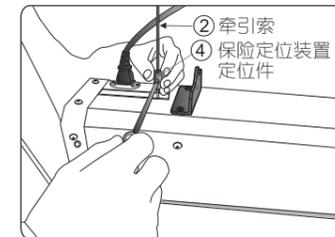

图 30
- a. 限位保险定位装置为触动式结构，是由定位件及保险执行机构组成（请参照银幕结构图示）。设置保险定位装置定位件时，将定位件上的调节螺丝拧松，根据您的需要，把定位件向上或向下移动，移到合适的位置，再将调节螺丝拧紧即可（如图 30）。